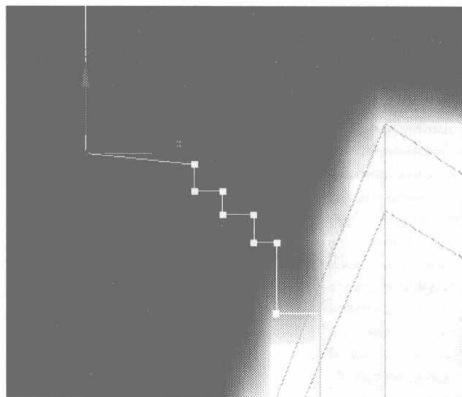

图 6.365(a)
- 09 分别选择曲线上如图 6.365 所示的节点, 在控制面板中设置添加节点的参数, 如图 6.366 所示。